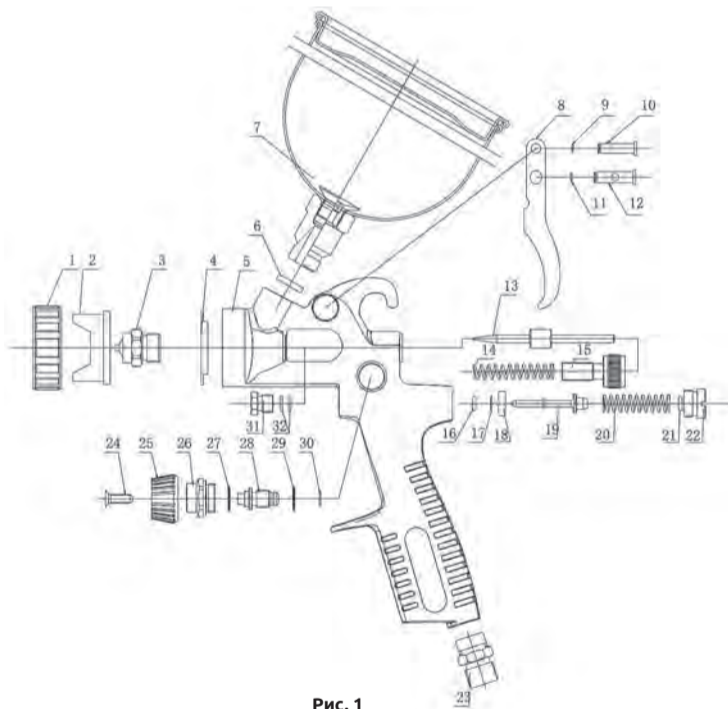

Рис. 1
СХЕМА КРАСКОПУЛЬТА (Рис. 1)
- Для регулировки ширины и формы факела, поверните соответствующий регулятор (№25, Рис.1). При необходимости форму факела можно изменить с овальной на круглую.
- Для регулировки соотношения подачи воздуха и материала, поверните винт регулировки подачи воздуха (№22, Рис.1) и/или регулятор подачи материала (№15, Рис.1) до нужного положения. Во время работы ни в коем случае не выкручивайте регуляторы полностью.
• ПЕРЕД РАЗБОРКОЙ, ЧИСТКОЙ ИЛИ СЕРВИСНЫМ ОБСЛУЖИВАНИЕМ КРАСКОПУЛЬТА ОБЯЗАТЕЛЬНО ПРЕКРАТИТЕ СООТВЕТСТВУЮЩИМИ РЕГУЛЯТОРАМИ ПОДАЧУ ВОЗДУХА К КРАСКОПУЛЬТУ (№22, Рис.1) И ПОДАЧУ ЛАКОКРАСОЧНОГО МАТЕРИАЛА В НЁМ (№15, Рис.1), ПОСЛЕ ЧЕГО СБРОСЬТЕ ДАВЛЕНИЕ В ВОЗДУШНЫХ КАНАЛАХ КРАСКОПУЛЬТА НАЖАТИЕМ НА ЕГО КУРОК (№8, Рис.1).